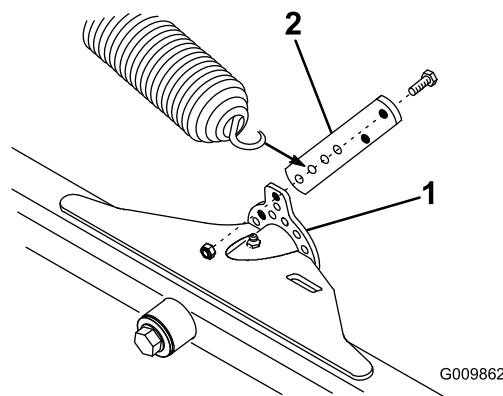

図 14
1. 前カッティングユニットの昇降タブのそれぞれの後方の内側にスプリング・アンカーを取り付け、ボルト 2 本 (1/4 x 3/4 in) とロックナットで図 14のように固定する。
2. 前カッティングユニットについては、スプリングを、スプリング・アンカーの下から 2 つ目の穴 (# 3 位置) に取り付ける（図 14）。